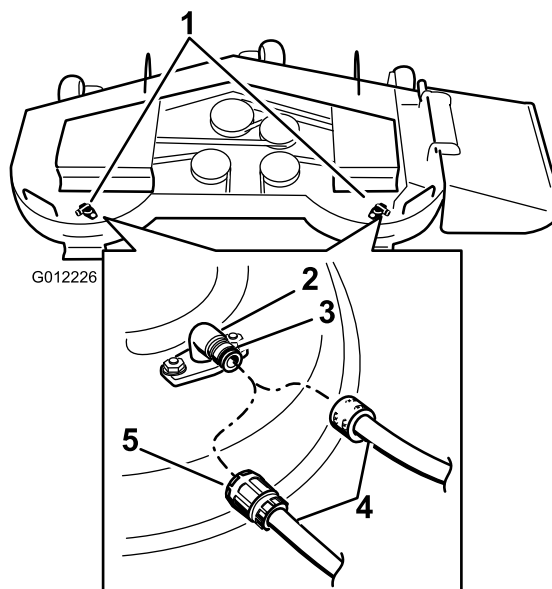

Figura 71
3. Montate il manicotto del tubo flessibile sul raccordo di lavaggio del tosaerba, quindi aprite il rubinetto per erogare un getto forte (Figura 71).